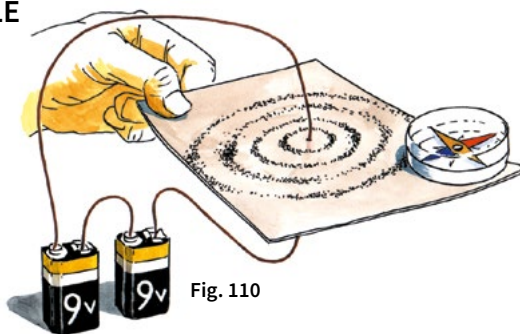

Fig. 110
a) Comme il est indiqué à la fig. 110, nous passons un fil de cuivre au travers d'une assez grande feuille de carton. Nous relierons le fil à la batterie, afin de nous permettre de mesurer le champ magnétique du fil de cuivre, au moyen de notre boussole. Nous désirons connaître la portée et la puissance du champ électrique.